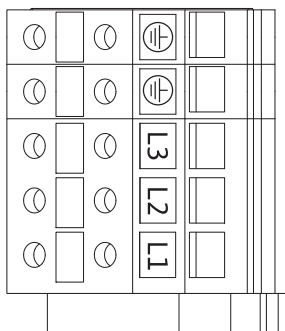

Fig. 25: Teholiittimet
- Teholiittimet (verkkoliittimet) (Fig. 25)